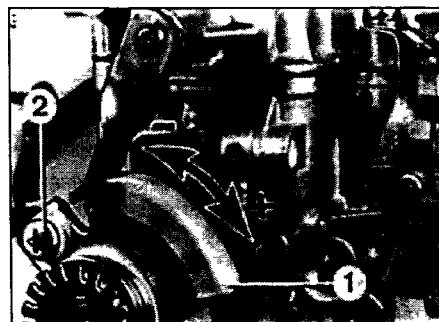

Рис. 4.19 Регулировка ускорительного насоса
19 Ослабьте винт крепления (2) - рис. 4.19.